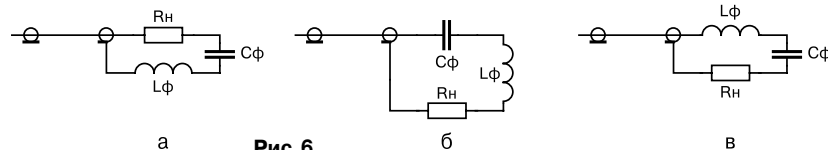

Рис.6
5.2. Оптимальная длина верхнего этажа  $A=1250$  мм (0,61λ), а длина нижнего выбрана с расчетом согласования с фидером. Рассмотрим этот момент подробнее. Экспериментальная проверка согласования кабеля РК-50 с нагрузкой  $R_n$  через фильтр с частотой настройки 145 МГц дала несколько неожиданные результаты. В схеме на рис.6а полное согласование, контролируемое по КСВ-метру, получалось при  $R_n=50$  Ом, как и ожидалось. Зато в схеме рис.6б согласование наступало при  $R_n=27$  Ом, а по рис.6в - при  $R_n=75$  Ом. Естественно, для реальной антенны была принята последняя схема. Длина нижнего этажа В, соответствующая полно-